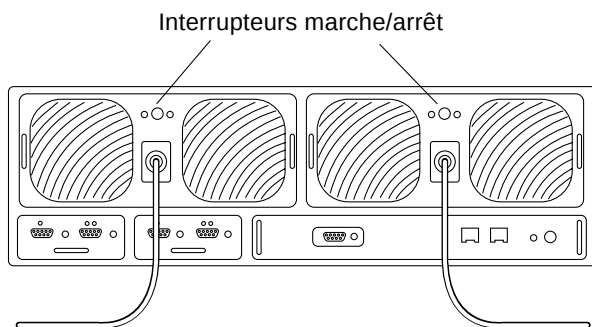

FIGURE 14-5 Cordons d'alimentation connectés aux unités d'alimentation et de refroidissement
Afin d'assurer la redondance du câblage, chaque unité d'alimentation et de refroidissement possède son propre cordon d'alimentation. Pour assurer une redondance intégrale, ces cordons d'alimentation doivent être branchés sur des sources de courant c.a. distinctes (FIGURE 14-5).
1. Mettez l'unité d'alimentation et de refroidissement hors tension en appuyant sur l'interrupteur marche/arrêt (FIGURE 14-5).
3. Débranchez le cordon d'alimentation du connecteur de l'unité d'alimentation et de refroidissement en serrant les deux côtés du connecteur et en tirant vers vous (FIGURE 14-5).